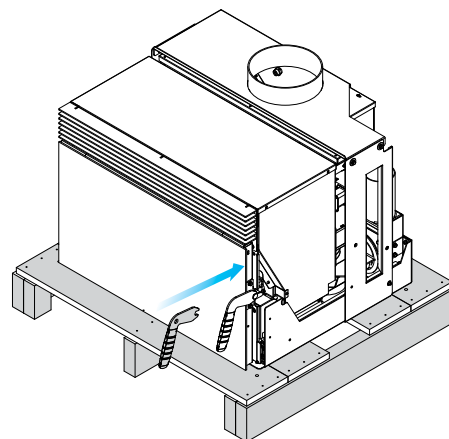

Fig. 6.1.0
2. Insérer la poignée froide fournie sur le levier de fermeture de la porte Fig. 6.1.0. sur la machine reçue, encore fixée sur la palette.